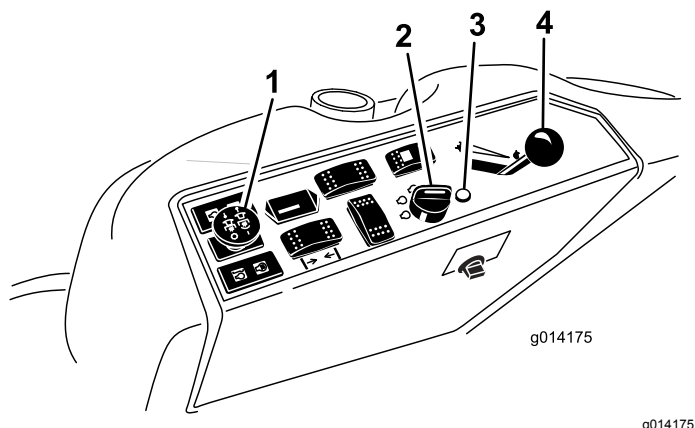

图19
4. 将动力输出PTO开关移至关闭位置 图19。
5. 将油门杆移至快速与慢速的中间位置 图19。